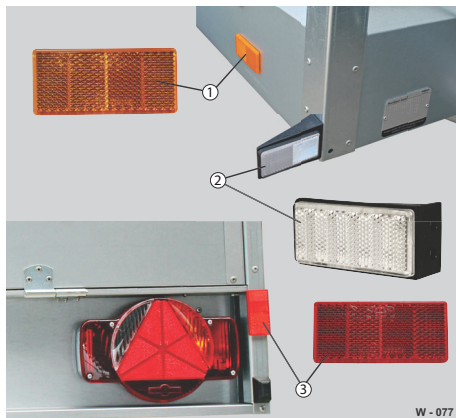

Abb. 78 Rückstrahler / Reflektoren
- Defekten Reflektor (Abb. 78/1,2,3) von der Oberfläche lösen.